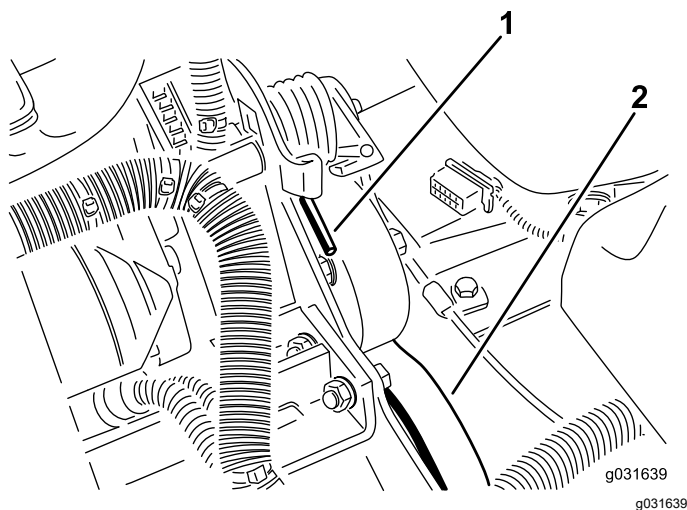

Figura 59
2. Premete l'estremità della molla e spingetela in avanti per sbloccarla dalla staffa e rilasciare la tensione della molla (Figura 59).